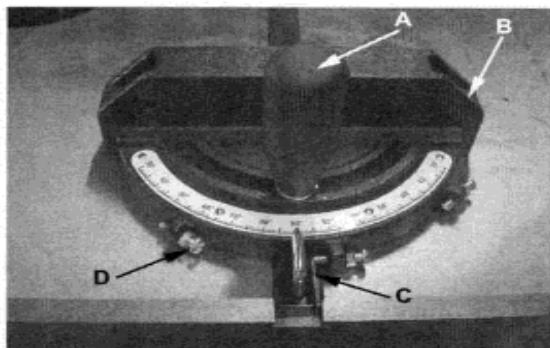

Рис.12
- Чтобы воспользоваться шкалой, ослабьте стопорную ручку (A, Рис. 12) и поверните корпус угломера (B, Рис. 12) под желаемым углом. Чтобы перемещать угломер за ограничители указателей шкалы до 45° или 90° , поставьте в нижнее положение планку(C, Рис. 12).
- Отрегулируйте ограничители, поворачивая один из трех регулировочных винтов (D, Рис. 12).